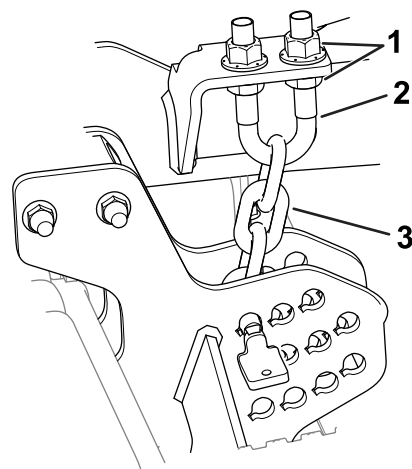

Рисунок 7
7. Отрегулируйте гайки (Рисунок 7), чтобы поднять или опустить заднюю часть режущего блока таким образом, чтобы кромки задних ножей были на 6–10 мм выше передних кромок.
6. Ослабьте нижние контргайки на U-образном болте цепи регулировки высоты скашивания (Рисунок 7).